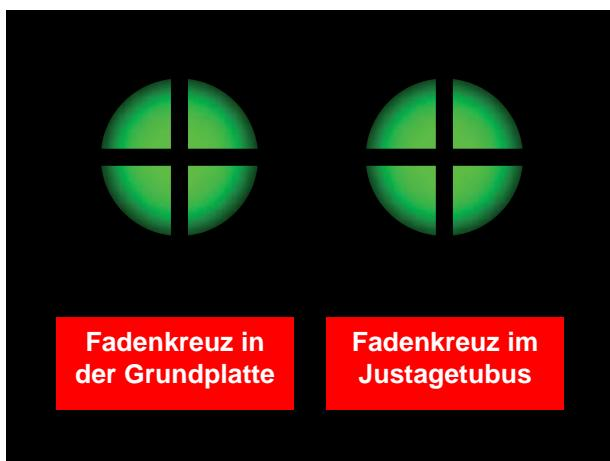

Abbildung 7.22 Strahljustage in Ordnung
37. Sind keine Abweichungen der Abbildung mehr feststellbar, ist die Justage in Ordnung (siehe Abbildung 7.22).